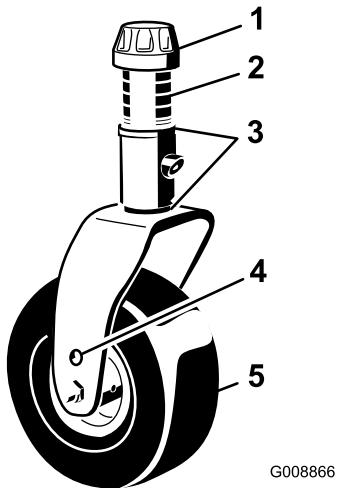
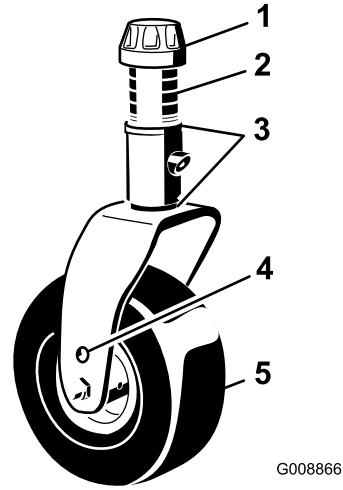
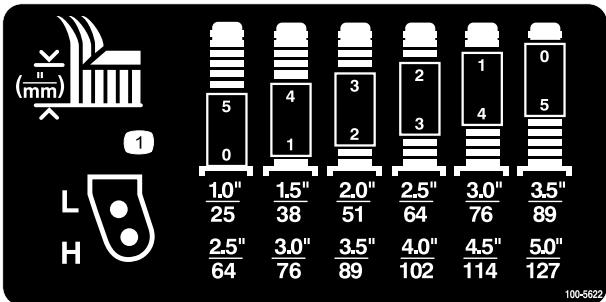

Bild 2
Bild 7
Bild 8
1. Nehmen Sie die Spannkappen von den Spindelwellen ab, und schieben Sie die Distanzstücke und Druckscheiben von der Wellen (Bild 2).
2. Schieben Sie die Distanzstücke auf die Laufradspindel, um die gewünschte Schnithöhe zu erzielen, siehe Bild 7 und Bild 8 für die Kombination aus Distanzstücken für die Einstellung. Schieben Sie eine Druckscheibe auf die Spindel und drücken Sie das Laufrad durch den Laufradarm. Setzen Sie eine weitere Druckscheibe und die restlichen Distanzstücke auf die Spindel auf, und bringen Sie die Spannkappe an, um die Teile zu befestigen (Bild 2).
2. Stecken Sie die Laufradachsen in beiden Laufradgabeln in die gleichen Löcher. Ermitteln Sie die richtigen Löcher für die Einstellung richtig mit **Bild 7** und **Bild 8**.
3. Entfernen Sie die Spannkappe von der Spindelwelle (**Bild 7**) und ziehen die Spindel aus dem Laufradarm heraus. Ziehen Sie zwei Beilagscheiben so auf die Spindelwelle, wie sie ursprünglich montiert waren. Diese Beilagscheiben sind erforderlich, um alle Mähwerke über die Breite auf ein Niveau zu bringen. Ziehen Sie die erforderliche Anzahl von 13 mm Distanzstücken (siehe die nachstehende Tabelle) auf die Spindelwelle, um die gewünschte Schnitthöhe herbeizuführen; ziehen Sie dann die Scheibe auf die Welle auf.
Ermitteln Sie die Kombination der Distanzstücke für die Einstellung mit **Bild 7** und **Bild 8**.